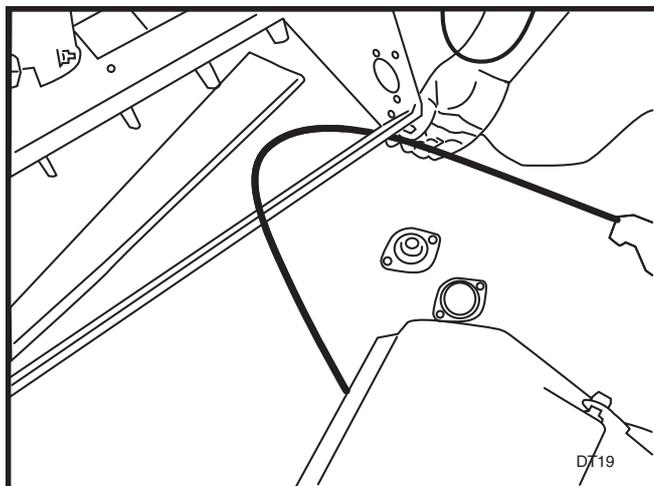

FIGURE 1
3. Retirez les deux (2) bagues de serrage sur la roue arrière (elles ne sont pas réutilisables et de nouvelles bagues sont fournies dans le kit). Retirez la roue de l'arbre arrière. (Certaines unités comportent des goupilles d'assemblage en lieu et place des bagues de serrage.)
4. Desserrez une (1) vis de réglage sur le collier de serrage. À l'aide d'un chasse-goupille, desserrez le collier de serrage sur l'arbre arrière. Procédez de la même manière de l'autre côté de l'unité.
8. Tirez le câble depuis la porte des semences entre le fond du cadre et le dessus du clapet en caoutchouc. Voir la Figure 1.